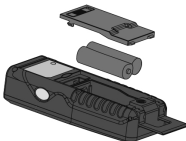

Abb. 14: Wechsel der Innenbatterie
1. Schieben Sie den Batteriefachdeckel nach rechts und entfernen Sie ihn (siehe Abb. 14)